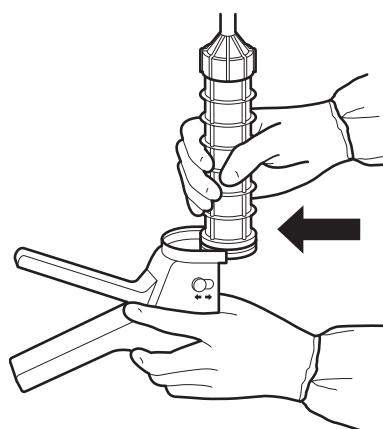

Figura 3
- Coloque um cartucho cheio com um bocal de aplicação na interface do cartucho (Figura 3). Segurando na posição vertical, acione o gatilho para encher o bocal de aplicação até o cimento ósseo chegar à ponta. A pistola de cimento está agora pronta para a administração de cimento ósseo.